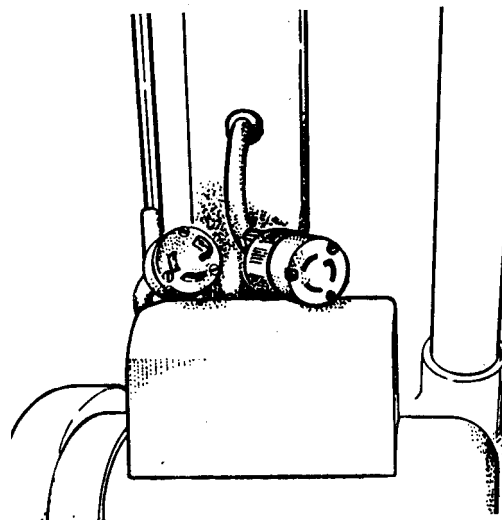

Abbildung 3
3. Drehen und entfernen Sie das Anschlußkabel des Griffes vom Motorkabel. Siehe Abbildung 3.